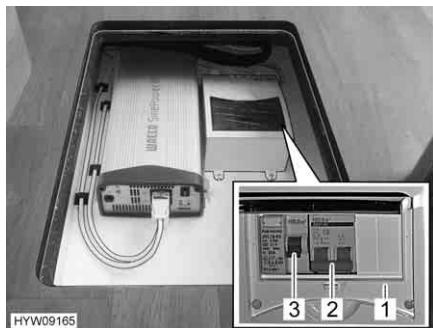

Fig. 107 Scatola dei fusibili supplementare
Le prese sono protette da un interruttore di sicurezza (Fig. 107,2) e da un interruttore di sicurezza per correnti di guasto (Fig. 107,3) in una scatola dei fusibili (Fig. 107,1) aggiuntiva.
- Se il veicolo è collegato all'alimentazione a 230 V, premere il tasto di controllo sull'interruttore di sicurezza per correnti di guasto (Fig. 107,3). L'interruttore di sicurezza per correnti di guasto (FI) deve scattare.